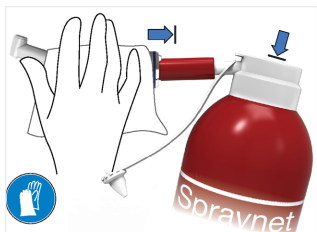

FIG. 5
5. Selecteer het geschikte opzetstuk en spray de binnenkant van het apparaat met Spraynet (FIG. 5).